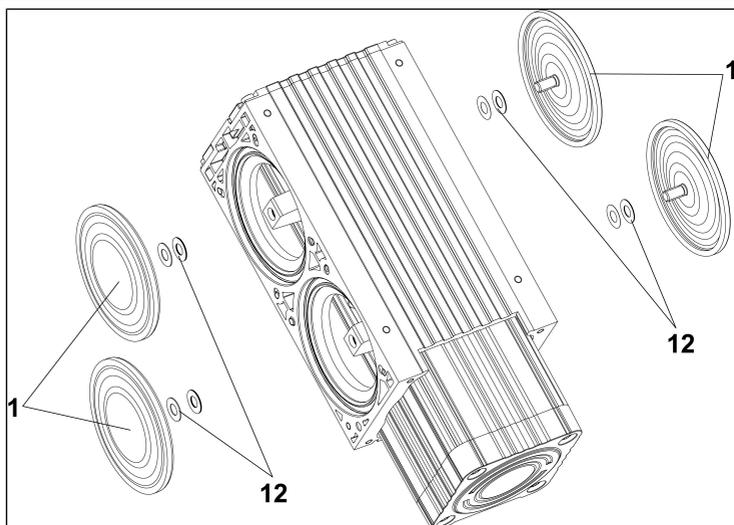

Fig.13: Sostituzione membrane
1. Svitare con le mani le due membrane (**1**/Fig. 13) in senso antiorario.
- i** Prestare attenzione che tra la membrana e la biella gli spessori di rasamento presenti (**12**/Fig. 13) non cadano nella carcassa della pompa. Per garantire l'efficienza pneumatica della pompa, occorrerà che gli spessori di rasamento (**12**/Fig. 13) siano montati nello stesso numero che in precedenza.
2. Avvitare a mano le nuove membrane (1/Fig. 13) nella filettatura della biella e serrarle a mano.
3. Portare le membrane (1/Fig. 13) in posizione centrale.